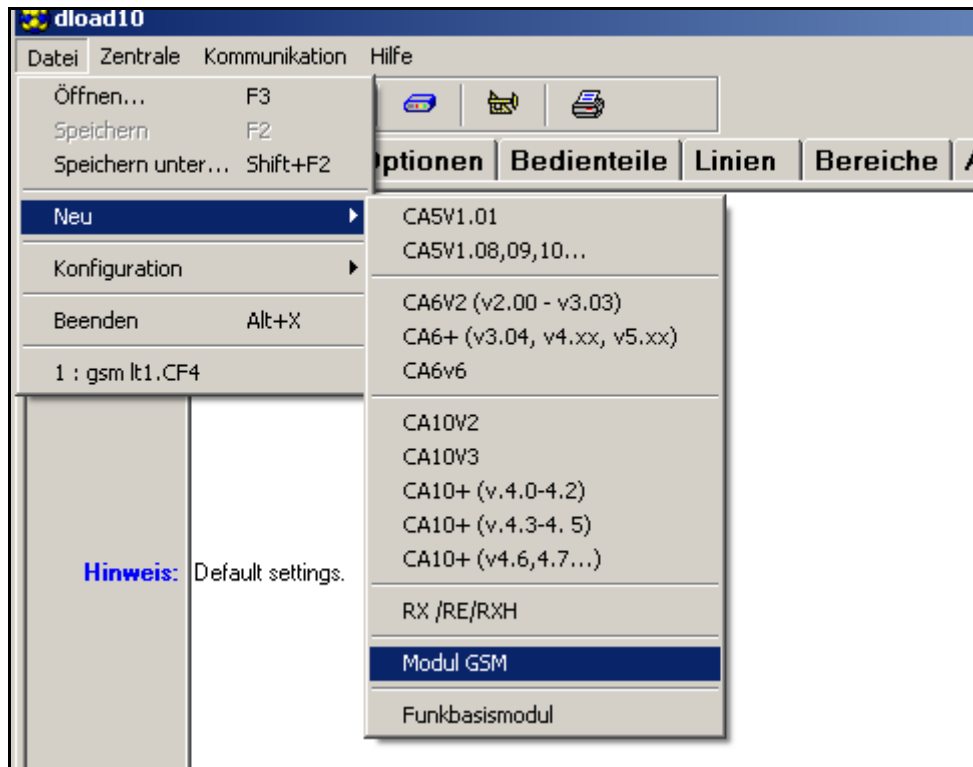

Abb. 6. Auswahl des GSM-Moduls nach dem Start des Programms DLOAD10.
2. Starten Sie das Programm DLOAD10, dann öffnen Sie das Menü „Datei“, wählen Sie den Befehl „Neu“, und danach „Modul GSM“ (siehe: Abb. 6).